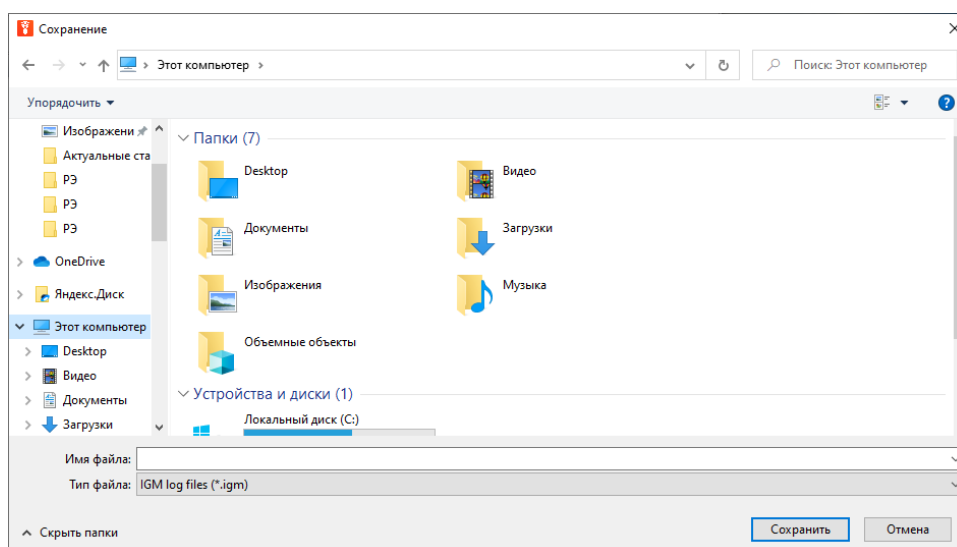

Рисунок 20 – Окно сохранения лога обмена на ПК
- 3) На экране появится окно сохранения (рисунок 20), в нем необходимо указать необходимую папку для сохранения и задать имя файла;